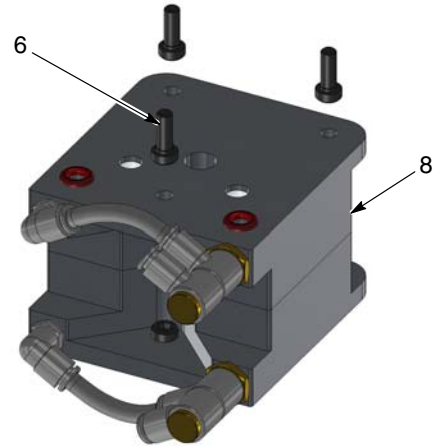

Figura 5 Separación de los bloques de sifón centrales
- Ver la figura 5. Extraer tres tornillos de casquete (6) de cada bloque de sifón central (8) para separar los dos bloques entre sí.
- Ver la figura 5. Utilizando una llave Allen de 4 mm, insertar tres tornillos de casquete (6) en el lado roscado del bloque central (8) para fijarlos juntos.